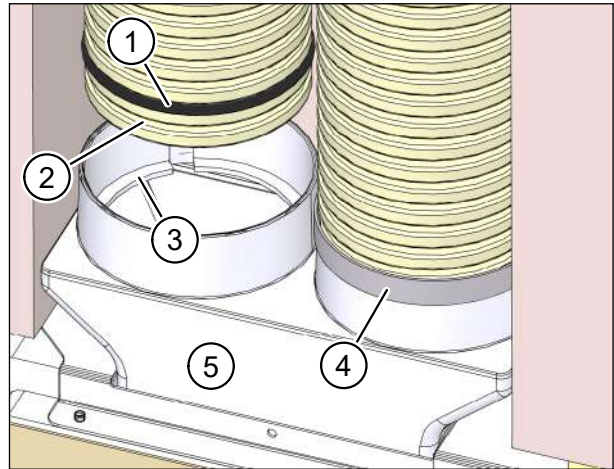

Abb. 29: Flexrohrverbindung mit Dichtband fixieren
- ▶ Setzen Sie Dichtringe (Pos. 1 in Abb. 29) in die zweite Rille am Flexrohr ein. Diese sind als Zubehör M-WRG-FR-DR75 (Art.-Nr. 200023) erhältlich.
- ▶ Setzen Sie die Flexrohre in die Öffnungen des Flexrohranschlusses ein. Stellen Sie sicher, dass die erste Rille am Flexrohr (Pos. 2 in Abb. 29) im Rastring (Pos. 3 in Abb. 29) des Flexrohranschlusses einrastet.
- ▶ Empfehlung: Dichten Sie die Verbindungsstelle mit einer Lage Dichtband von 30 mm Breite ab (Pos. 4 in Abb. 29).
- ▶ Setzen Sie den Flexrohranschluss (Pos. 5 in Abb. 29) in die Öffnung am Mauerkasten ein.